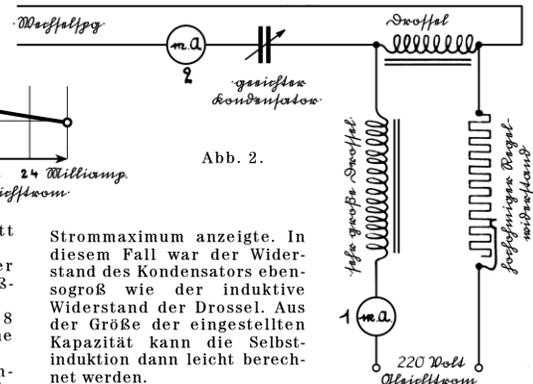

Abb. 2.
Wie die Drossel gemessen wurde? — Abb. 2 zeigt die Schaltung. Mit dem Regelwiderstand wurde der vom Gleichstrommesser (1) angezeigte Gleichstrom eingestellt. Dann ist der Kondensator so lange verändert worden, bis der Wechselstrommesser (2) ein